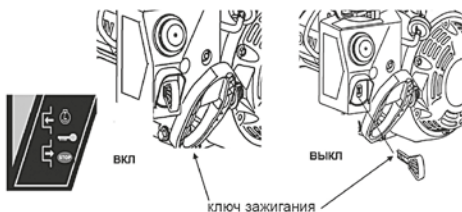

Рис. 6 Положение ключа зажигания
1. Вставьте ключ зажигания, как показано на Рис. 6.
Для остановки двигателя в экстренной ситуации необходимо вынуть ключ зажигания (Рис. 6).